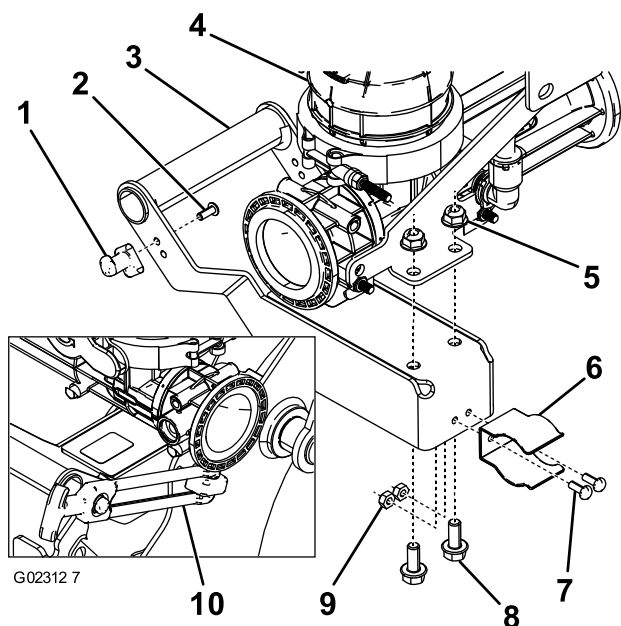

Figura 10
- Conecte el tope del enganche al asa del eyector con 1 perno de cabeza hexagonal (Figura 10).
2. Conecte la maneta de enganche al bastidor principal con 2 pernos de cabeza hexagonal (Figura 10).
3. Sujete el asa al eyector usando 2 pernos de arandela prensada y tuercas con arandela prensada (Figura 10).